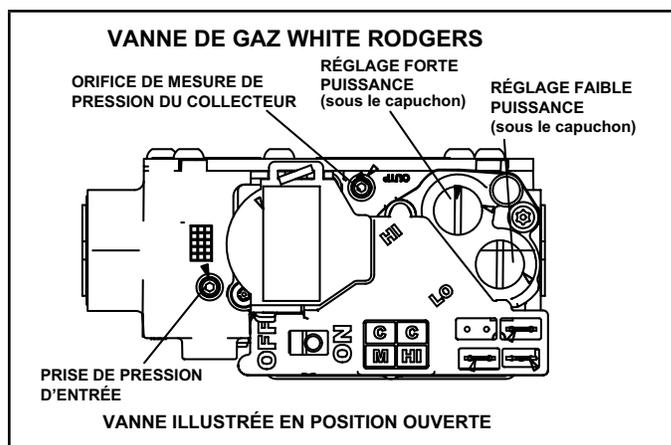

FIGURE 63
### Fonctionnement de la vanne de gaz (FIGURE 63)
- 6 - Mettez le contacteur de la vanne de gaz sur « OFF ». Reportez-vous à la FIGURE 63.
- 8 - Mettez le contacteur de la vanne de gaz sur « ON ». Reportez-vous à la FIGURE 63.
Une connexion située sur la vanne de gaz permet d'accéder à la pression d'alimentation. Reportez-vous à la FIGURE 63. Dévissez la vis à tête hexagonale de 3/32 d'un tour, branchez un tube de 5/16 po et branchez un manomètre pour mesurer la pression d'alimentation. Reportez-vous au TABLEAU 24 pour la pression de la conduite d'alimentation.
Une connexion située sur la vanne de gaz permet d'accéder à la pression du collecteur. Reportez-vous à la FIGURE 63. Dévissez la vis à tête hexagonale de 3/32 d'un tour, branchez un tube de 5/16 po et branchez un manomètre pour mesurer la pression du collecteur.
- 5 - Au besoin, faites les ajustements nécessaires. La FIGURE 63 indique l'emplacement des vis de réglage des puissances mini et maxi.